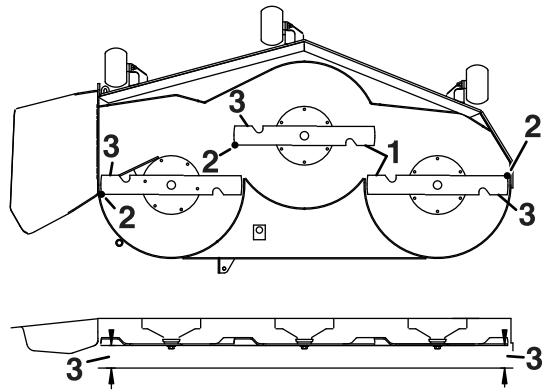

Figura 72
5. Meça entre as extremidades de corte exteriores e a superfície plana (Figura 72).